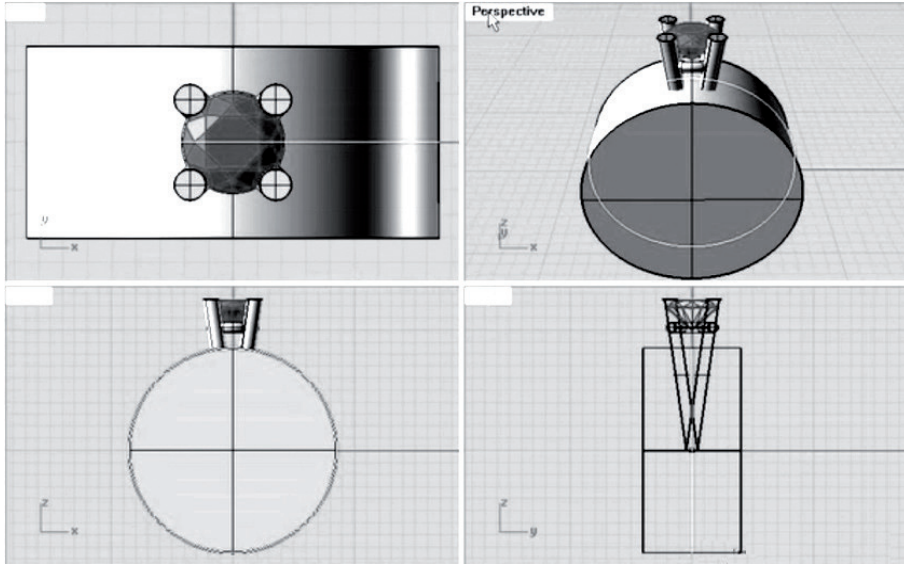

Рис. 109. Цилиндр для отсечения ненужных частей каста
19. Выделяем окружность. В панели Surface выбираем команду Extrude и строим поверхность, причем в командной строке должно быть указано Bothsides = yes, Cap = yes (рис. 109).